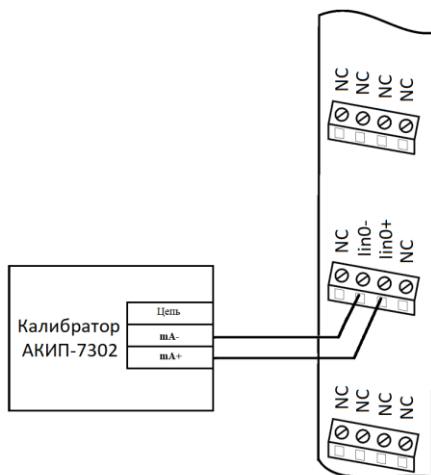

Рис. 5.7. Подключение калибратора к модулю NT-1AI-2AO
- подключить калибратор к калибруемому каналу модуля (рис. 5.7);